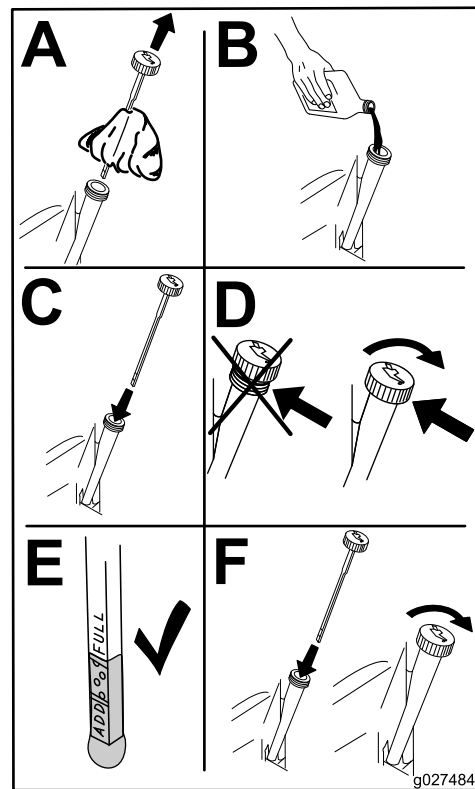

Figure 43
6. Versez lentement environ 80 % de l'huile spécifiée dans le tube de remplissage, puis faites l'appoint lentement pour faire monter le niveau jusqu'au repère maximum (**Full**) (Figure 43).